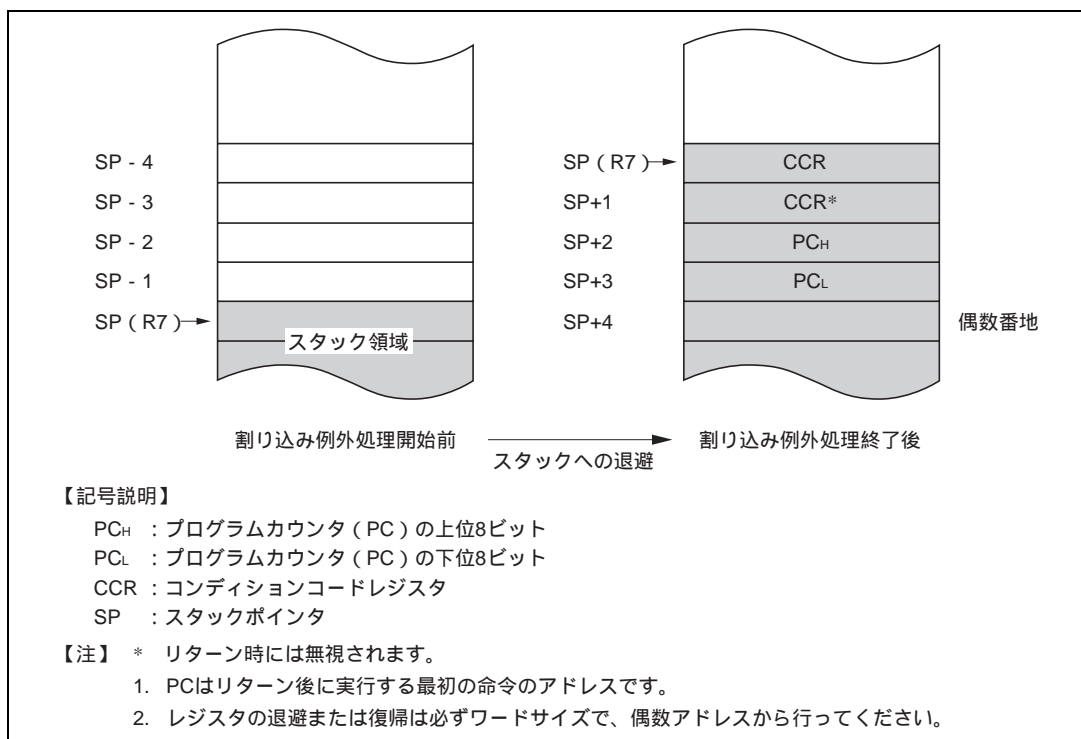

図 3.4 割り込み例外処理終了後のスタック状態
- (1) 外部割り込み端子入力、および周辺モジュールにより割り込み要因が発生すると、割り込みコントローラに対して割り込み要求信号が送られます。
- (2) 割り込みコントローラは、割り込み要求信号が送られてくると割り込み要求フラグをセットします。
- (3) 対応する割り込み許可フラグが1にセットされている割り込みの中で、最も優先順位の高い割り込み要求が選択され、その他は保留となります（表3.2を参照してください）。
- (4) CCRのIビットを参照し、Iビットが0にクリアされているときは、最も優先順位の高い割り込み要求が受け付けられます。Iビットが1にセットされている場合は、割り込み要求は保留となります。
- (5) 割り込み要求が受け付けられると、実行中の命令が終了した後、PCとCCRがスタック領域に退避されます。このときのスタックの状態を図3.4に示します。スタックされるPCは、リターン後に実行する最初の命令のアドレスを示しています。
- (6) CCRのIビットが1にセットされます。これによりすべての割り込みは禁止されます。
- (7) 受け付けた割り込みに対応するベクタアドレスを生成し、そのアドレスが示す内容をリードし、PCに転送します。その後PCで示されるアドレスからプログラムの実行を開始します。